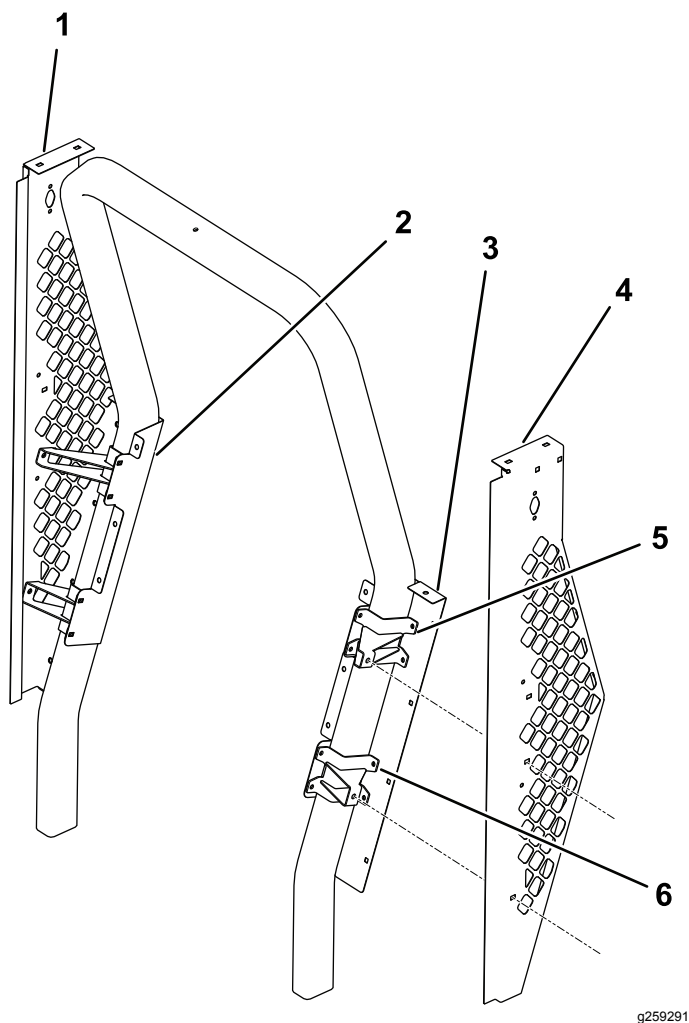

Figura 1
1. Utilize parafusos de cabeça de tremço (5/16 pol. x 3/4 pol.) e porcas flangeadas (5/16 pol.) para instalar o painel do lado esquerdo e o painel do lado direito (Figura 1).
dois suportes inferiores juntamente com o painel traseiro esquerdo e painel traseiro direito (Figura 1).